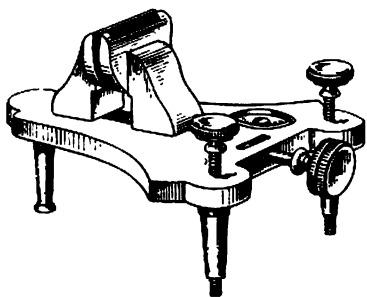

Рис. 82. Прибор для определения перевеса баланса
Чтобы выявить нарушенное равновесие, пользуются небольшим прибором (рис. 82) с параллельными передвигающимися ножами. Если баланс имеет перевес, то помещенный на ножи прибора он опустится вниз той частью, которая окажется тяжелее. Уравновешивание производится при помощи замены одних винтов другими, более тяжелыми или более легкими, или же высверливанием головки винта. Уравновешивание можно производить и другим способом:
**ПРАВИЛО.** Уравновешивание баланса можно считать законченным лишь после того, когда помещенный на ножи прибора (см. рис. 82) баланс будет находиться в равновесии в любом положении.